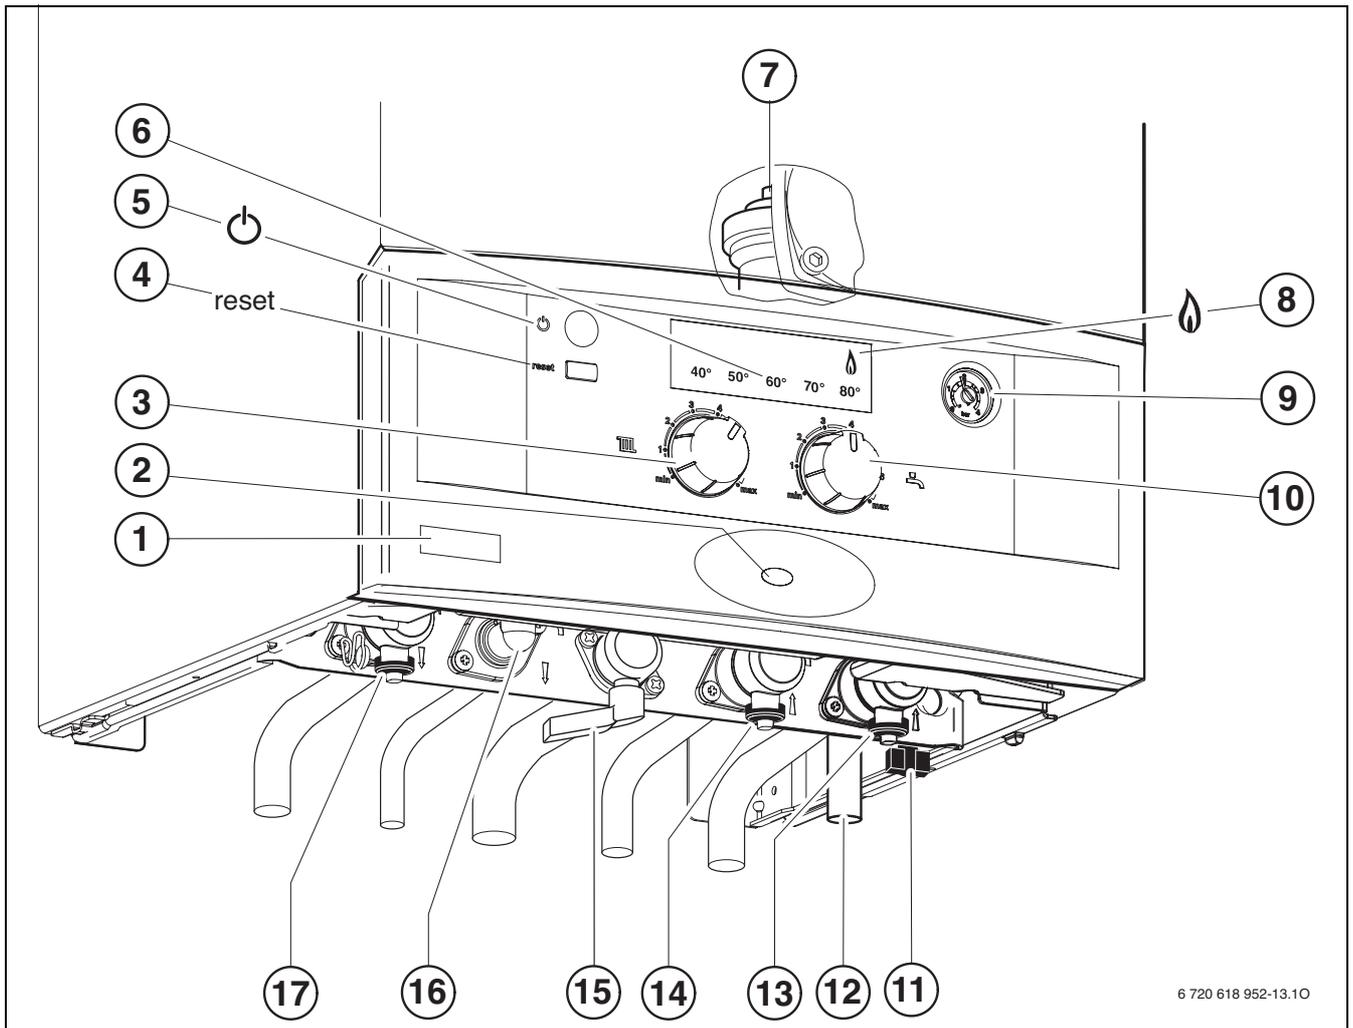

Fig. 25
- ▶ Ouvrir le robinet d'eau froide (→ fig 25, [14]).
- ▶ Ouvrir le robinet de départ du chauffage et le robinet de retour du chauffage (→ fig 25, [13] et [17]), remplir l'installation de chauffage à une pression comprise entre 1 et 2 bars et fermer le robinet de remplissage.
- ▶ Ouvrir le robinet de gaz (→ fig 25, [15]).
- ▶ Ouvrir le purgeur automatique (→fig. 25, [7], page 35).